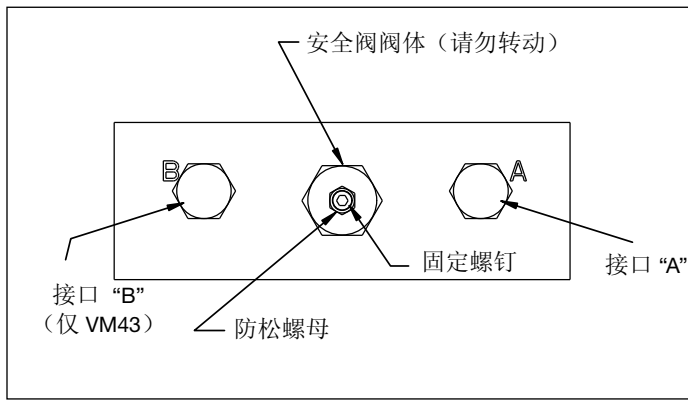

图 12, 安全阀 - VM33M 和 VM43M
1. 在接口“A”安装一个 0-1,035 bar (0-15,000 psi) 压力表（见图 12）。